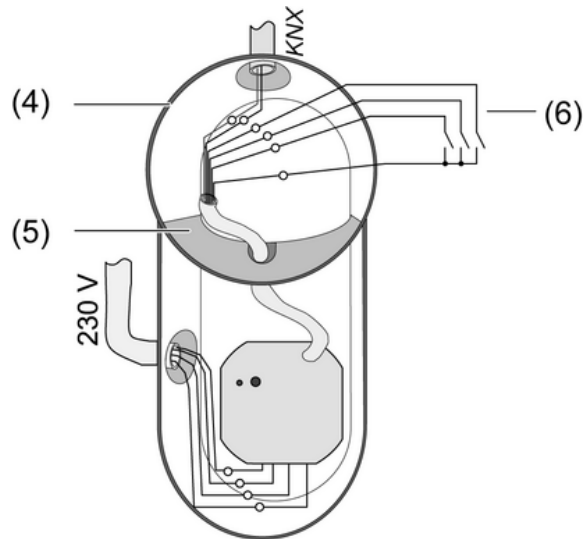

Bild 5
**Bus-/Nebenstellen- und Netzspannungsklemmen nicht in einem gemeinsamen Anschlussraum platzieren. Gerätedose mit fester Trennwand (Bild 5) oder separate Dosen verwenden.**